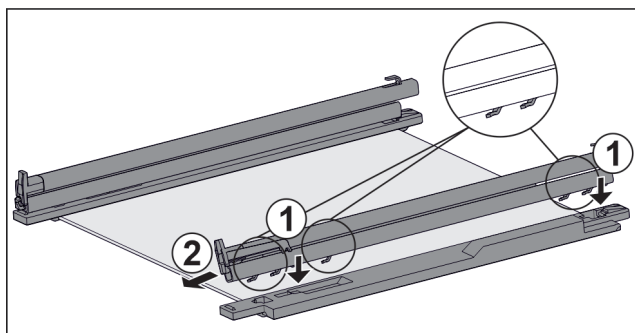

Fig. 115 Стекланная пластина с направляющими и крепежными элементами
- ▶ Поместите крючки направляющей в отверстия **левого** крепежного элемента. Fig. 115 (1)
- ▶ Потяните направляющую вперед. Fig. 115 (2)
- ▶ Поместите крючки направляющей в отверстия **правого** крепежного элемента. Fig. 115 (1)